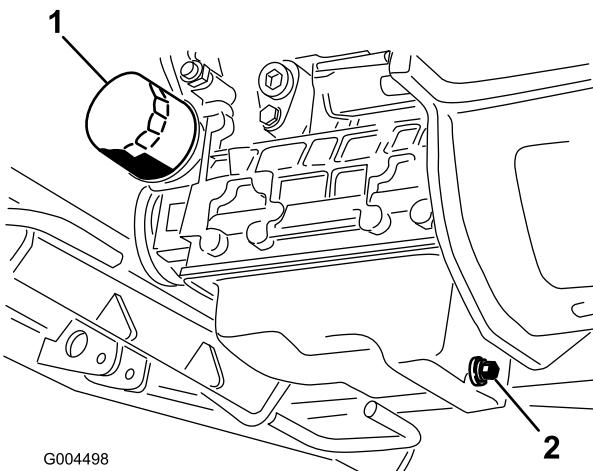

図 43
3. オイルパンの下についているドレンプラグの下に廃油受けをおく(図 43)。
6. オイルフィルタ(図 43)を取り外して交換する。